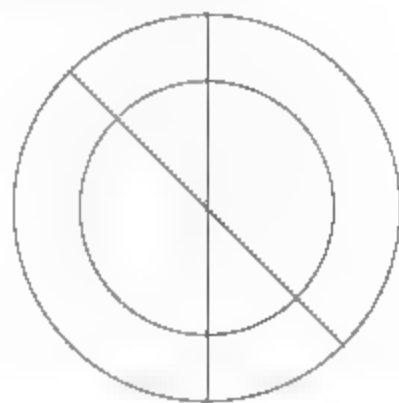

图8-187 旋转复制线段
- 04 调用RO【旋转】命令，设置旋转角度为 $45^\circ$ ，旋转复制线段，结果如图8-187所示。